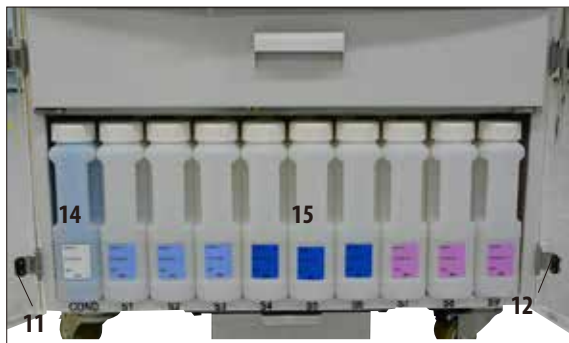

Рис. 49
- Девять системных ёмкостей (15) из белой пластмассы вместе с синей ёмкостью для конденсата (14) находятся в блоке реактивов под тремя парафиновыми ваннами (рис. 49).